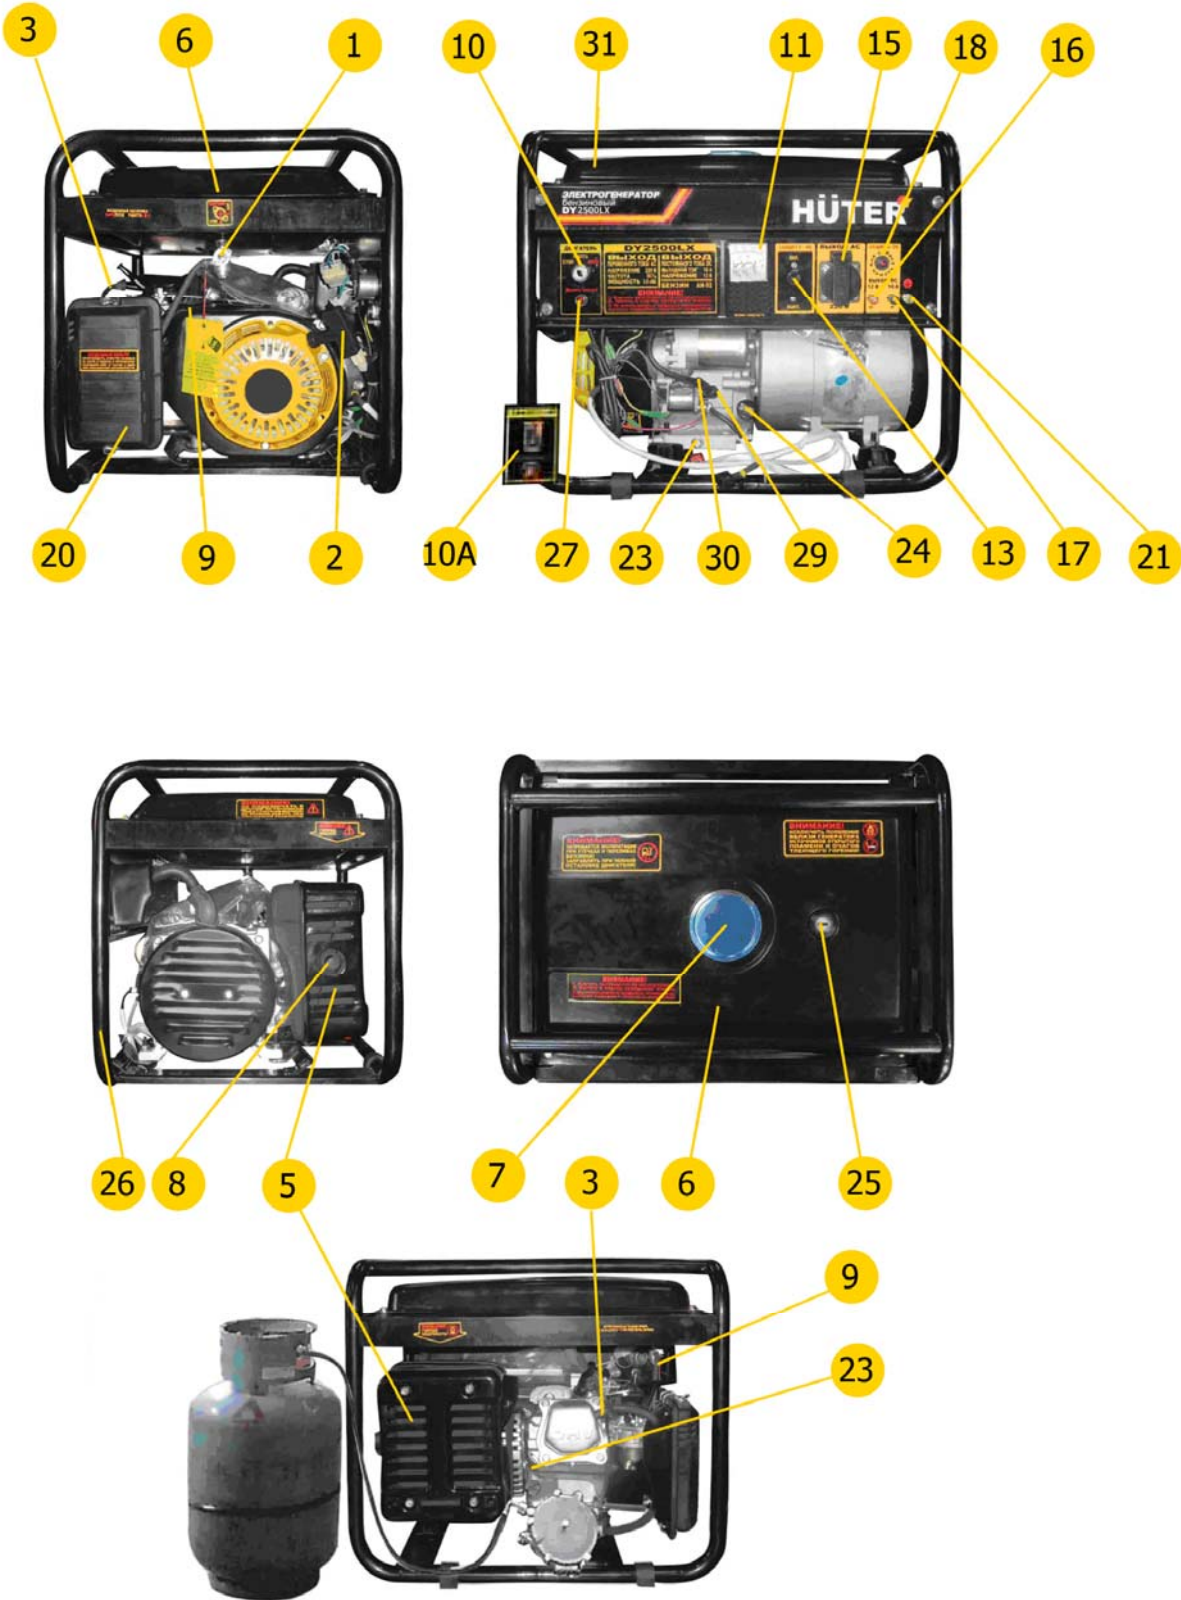

Рис. 1
- Вывинтить щуп поз. 24 (рис. 1) и залить в картер масло соответствующего типа (таблица 2 п. 8) до нижнего края горловины. Вставить чистый сухой щуп в горловину картера и вынуть его. Проверить уровень масла: граница смоченной области щупа должна располагаться между отметками минимального и максимального уровней.
- При установке генератора следует подключить к резьбовой клемме (поз. 18) (рис. 1) проводник заземляющего устройства, удовлетворяющего требованиям раздела «Обеспечение требований безопасности».
- Отключить все потребители переменного тока от генератора, переведя рычаг автоматического выключателя (поз. 12 рис. 1) в отключенное положение «0», отсоединить потребители постоянного тока от клемм (поз. 14, 15 рис. 1).
- При использовании бензина открыть топливный кран поз. 1 (рис. 1) при закрытом вентиле газового баллона, см. также рис. 3, или открыть вентиль газового баллона при закрытом топливном кране поз. 1 (рис. 1) в случае использования газа. **Внимание!** Если предполагается использование газа после использования бензина, следует выработать или слить бензин из поплавковой камеры карбюратора. Слив бензина производить в соответствии с пп. 9.7 Не производить переход на альтернативный вид топлива при работающем генераторе!
- При использовании бензина перевести рычаг управления воздушной заслонкой (поз. 8 рис. 1) в крайнее левое положение при пуске холодного двигателя и в промежуточное положение при пуске прогретого двигателя. При использовании газа нажать на несколько секунд кнопку в центре регулятора для заполнения впускной трубы газом, затем опустить кнопку.
- Перевести выключатель двигателя (поз. 9 рис. 1) в отключенное положение «0».
- Плавно вытянуть до упора трос ручного стартера за ручку (поз. 2 рис. 1) и вернуть в исходное положение (см. также рис. 2).
- Перевести выключатель двигателя (поз. 9 рис. 1) во включенное положение «1».
- При ручном пуске придерживая генератор за раму, резко с интенсивным усилием вытянуть трос стартера до упора (рис. 2), повторив действие несколько раз при необходимости. Если двигатель не запускается, следует изменить положение рычага воздушной заслонки, сдвигая его вправо тем больше, чем выше температура двигателя и окружающего воздуха при использовании бензина или повторить кратковременное нажатие кнопки регулятора при работе на газе, затем повторить пуск с помощью стартера. Включение электрического стартера производится поворотом ключа выключателя (поз.9 рис.1) в крайнее правое положение «пуск». Сразу после пуска двигателя отпустить ключ для обеспечения его самовозврата в среднее положение. При срабатывании защиты (поз.26 рис.1) нажать сброс после остывания автоматического выключателя.
- При работе на бензине после прогрева двигателя в течение времени около 10-40 секунд, в зависимости от начальной температуры, перевести рычаг заслонки (поз. 8 рис. 1) в крайнее правое положение, если при этом двигатель работает неустойчиво вернуть рычаг заслонки (поз. 8) в прежнее положение и обеспечить завершение прогрева.
- Подключить к разъемам генератора потребители, соответствующие требованиям раздела «Обеспечение требований безопасности». Полная (сумма активной и реактивной) мощность всех подключаемых потребителей в стационарном режиме не должна превышать значений номинальной мощности, указанных в Таблице 1. Не допускается длительное превышение номинальной мощности более, чем на 10% свыше номинального значения. Включить автоматический выключатель (поз. 12 рис. 1), установив его рычаг управления в положение «1».
- При работающем генераторе отключить автоматический выключатель (поз. 12 рис. 1), отсоединить потребители постоянного тока от клемм.
- Закрыть топливный кран (поз. 1 рис. 1). Закрыть вентиль газового баллона.
6.1 Наличие и величина напряжения переменного тока индицируется и измеряется вольтметром (поз. 11 рис. 1).
6.2 Причиной отсутствия напряжения при работающем генераторе может служить срабатывание автоматических выключателей защиты цепей от перегрузки (поз. 12, 16 рис.1). В этом случае следует устранить причину перегрузки и нажать кнопку или клавишу сброса соответствующего автоматического выключателя после его остывания.